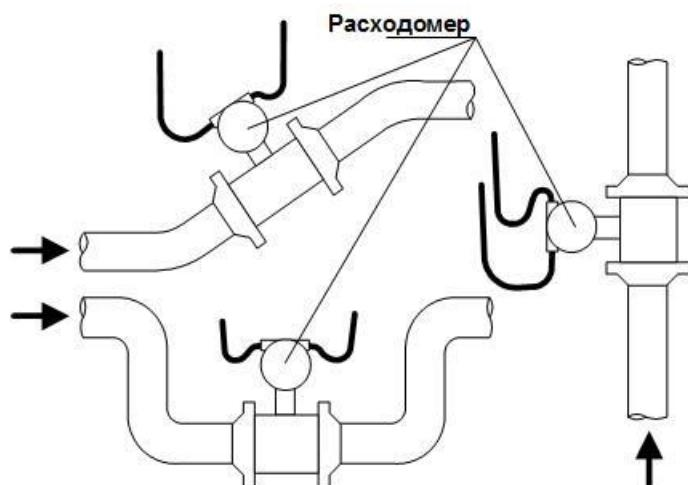

Рис.1. Рекомендуемые места установки расходомера.
- в месте установки в трубопроводе не должен скапливаться воздух – расходомер не должен располагаться в самой высокой точке трубопровода, а также в трубопроводе с открытым концом; наиболее подходящее место для монтажа (при наличии) – нижний либо восходящий участок трубопровода (рис.1);
Для предотвращения попадания влаги внутрь блока электроники через гермоводы рекомендуется подключать кабели с образованием ниспадающей U-образной петли в вертикальной плоскости (рис.1).